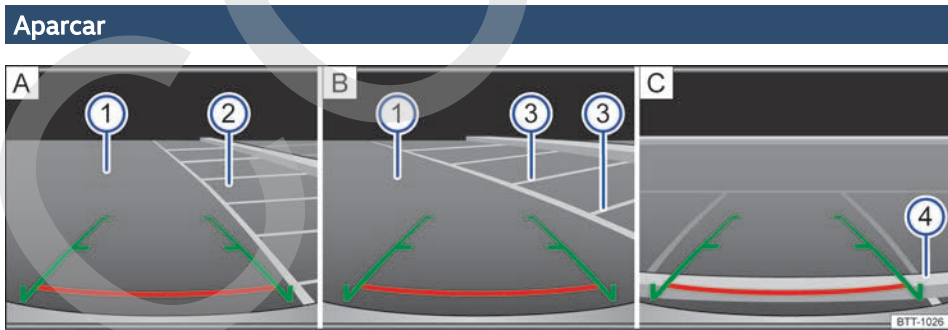

Fig. 119 Visualización en la pantalla de la radio o del sistema de navegación: aparcamiento con el asistente de marcha atrás.
Leyenda de la fig. 119:
2.	Sitúe el vehículo delante del hueco de aparcamiento → fig. 119 A ②.
4.	Retroceda lentamente a la vez que gira el volante de manera que las líneas laterales verdes se introduzcan entre las líneas de delimitación del hueco de aparcamiento seleccionado → fig. 119 A ②. Tenga en cuenta el siguiente mensaje: ¡Compruebe la trayectoria! → ⚠️ en Introducción al tema de la pág. 159!
5.	Oriente el vehículo en el hueco de aparcamiento seleccionado de manera que las líneas laterales verdes coincidan con las líneas de delimitación laterales → fig. 119 B ③.
6.	Detenga el vehículo, como muy tarde, cuando la línea horizontal roja haya alcanzado la delimitación trasera, p. ej., el bordillo de la acera → fig. 119 C ④.